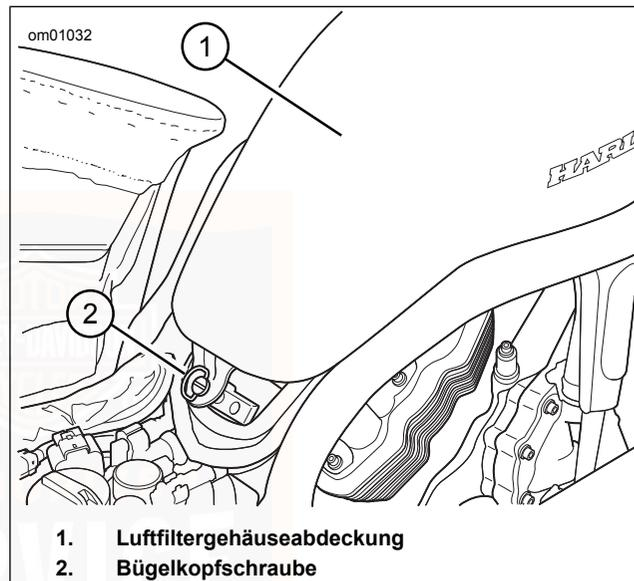

Abbildung 28. Luftfiltergehäuseabdeckung
3. Siehe Abbildung 28. Die Bügelkopfschraube um eine 1/4-Umdrehung gegen den Uhrzeigersinn drehen, um die Luftfiltergehäuseabdeckung zu entfernen. Die Luftfiltergehäuseabdeckung aus den vorderen Passöffnungen herausziehen.